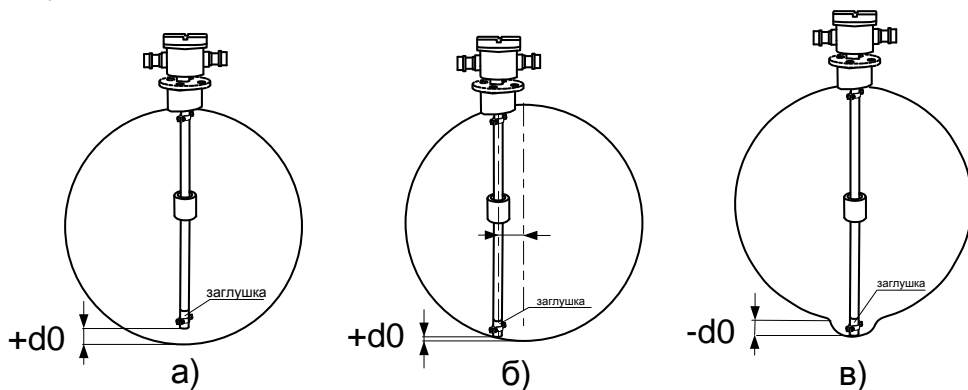

Рисунок 12
3.6.1 Подключите ПМП в соответствии со схемой подключения (рисунок 12).